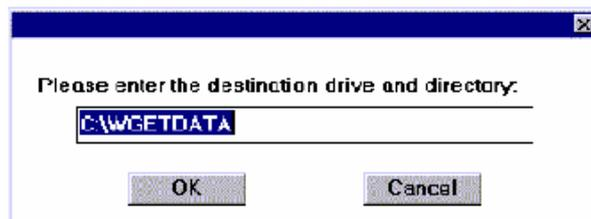

Рис. 2 Диалоговое окно "Директория назначения"
4. После запуска установки откроется следующее диалоговое окно, представленное на рис. 2. Он показывает директорию назначения, куда сохраняются программные файлы Getdata.
5. Если Вы принимаете представленное на рис. 2 значение по-умолчанию, то нажать **ОК**. Если файлы должны быть установлены в другую директорию или на другой диск, то щелкнуть на текстовом поле и ввести другую директорию назначения. Файлы будут сохранены в указанную директорию.